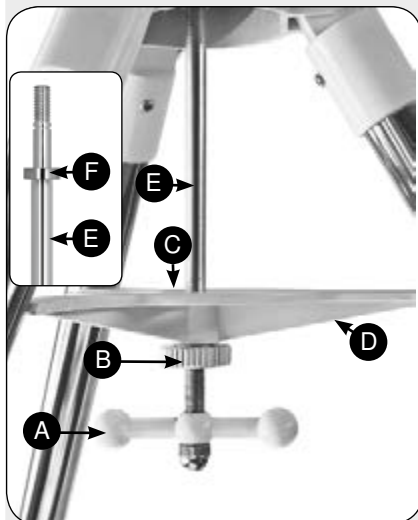

Рис. 4: Распорная планка и шайба в рабочем положении
Рис. 4а: Для крепления резьбового штифта используйте С-образный зажим
3. Закрепление распорной планки. Чтобы закрепить центральный винт (рис. 4А) на треноге, сначала завинтите натяжной винт (рис. 4В). Его можно закрутить сразу, так как он зажимает распорную планку напротив ножек треноги. Теперь можно вставить планку (рис. 4С) сверху на центральный винт. Убедитесь, что ребра планки (рис. 4D) повернуты книзу. Теперь внимание! Важно выполнить следующий шаг, чтобы не повредить резьбу. Чтобы не закрутить резьбовой штифт (рис. 4Е) в монтировку слишком далеко, используйте шайбу (рис. 4F). Наденьте ее на резьбовой штифт так, чтобы более широкая скошенная сторона была повернута книзу. Распорное кольцо должно быть сверху на резьбовом штифте. Теперь проденьте резьбовой штифт снизу вверх через основание треноги и вдвиньте С-образный зажим (рис. 4, А) в углубление (рис. 4, В) резьбового штифта.